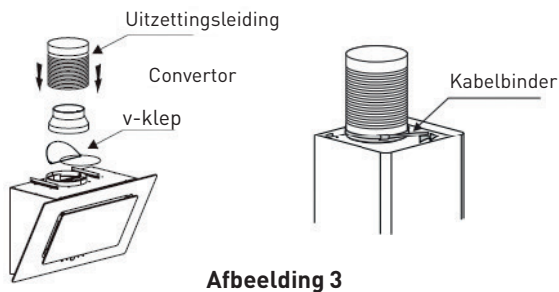

Afbeelding 1
2. Voor het beste effect dient de afzuigkap op een afstand van 65~75 cm boven het kookvlak te worden geplaatst. Zie afbeelding 1